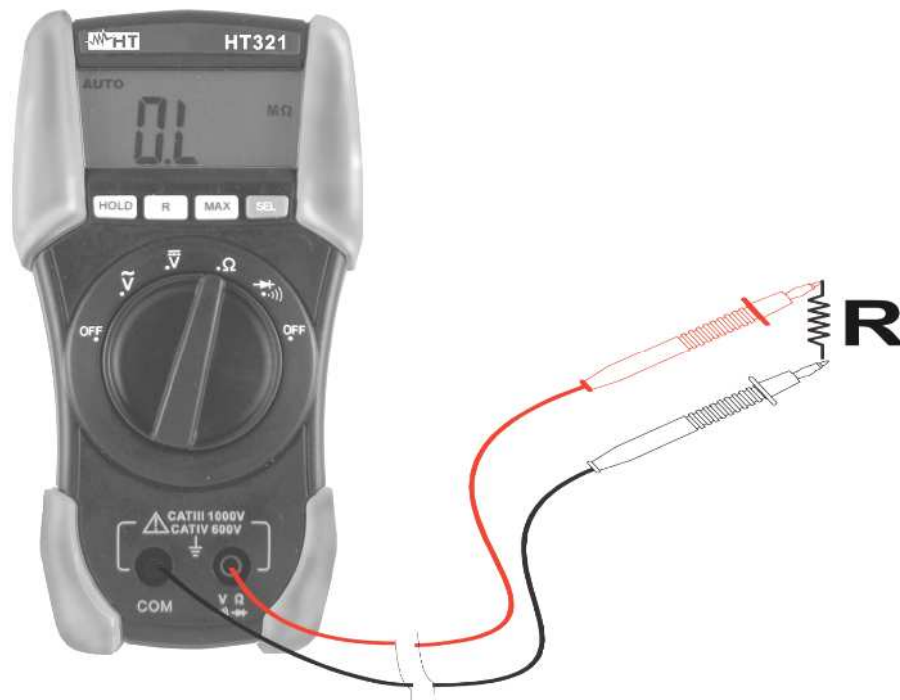

Fig. 4: Widerstandsmessung
2. Verbinden Sie die Messleitungen wie folgt: die rote Messleitung in **VΩ** (für HT321) / **VΩ** (für HT322) und die schwarze Messleitung in (s. Abb. 4).